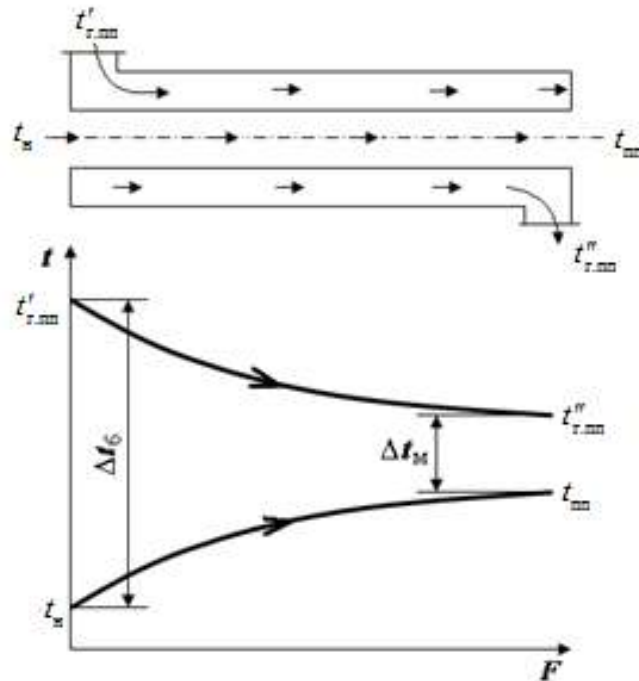

Рисунок 3 – Схема для визначення температурного напору
10. Середній температурний напір (рис.3), °С: